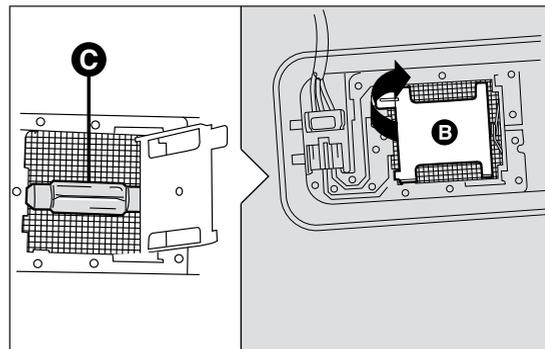

fig. 149
- aprire la copertura B fig. 149 come indicato;
- sostituire la lampada C fig. 149 svincolandola dai contatti laterali, inserire la nuova lampada accertandosi che la stessa risulti correttamente bloccata tra i contatti stessi;